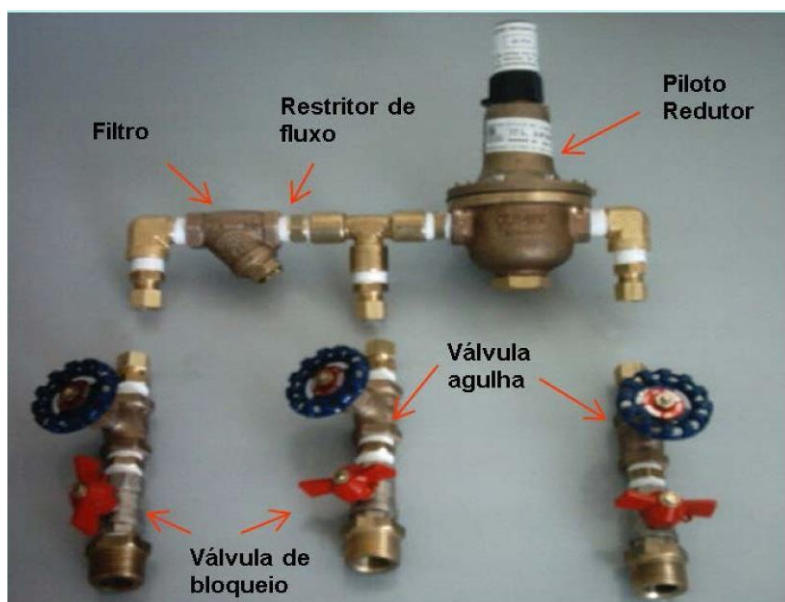
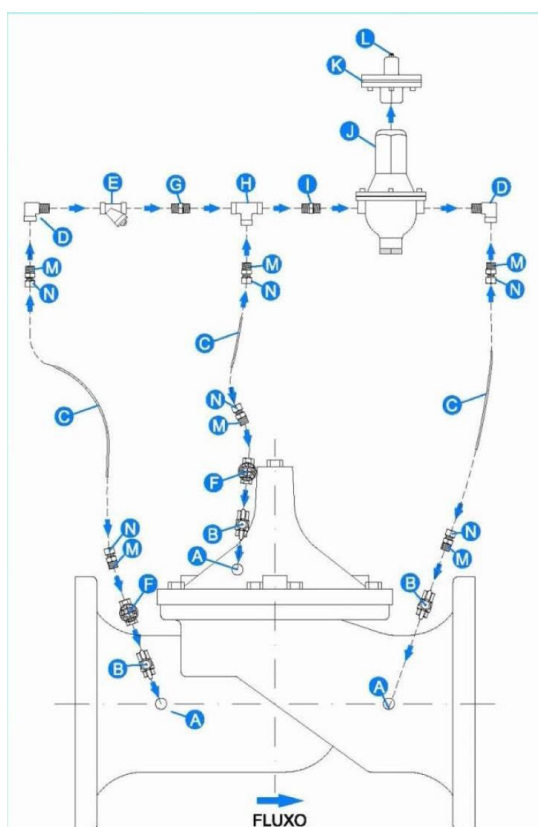

Figura 4 – Kit de Peças do Circuito Pré-Montado
Figura 5 – Kit de Peças do Circuito Pré-Montado
1. Montar/ Conectar as peças do circuito pré-montado (Figura 4), de acordo com a sequencia da Figura 5, com uso das ferramentas fornecidas;